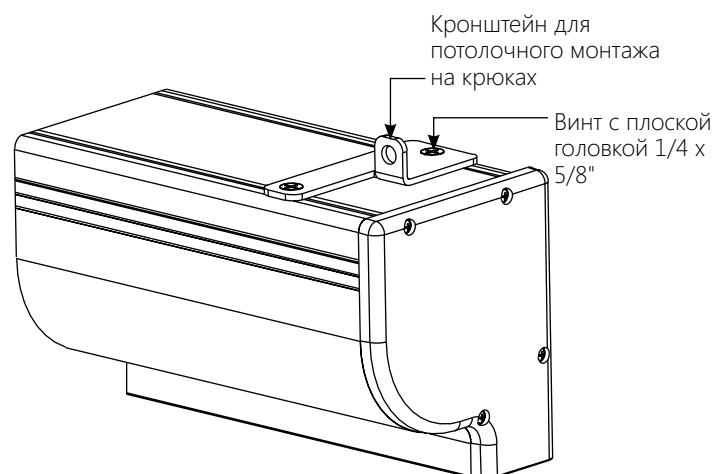

Рисунок 4
3. В верхней части корпуса экрана имеются два паза с резьбовыми гайками, которые перемещаются по длине корпуса. Прикрепите два кронштейна для потолочного монтажа на крюках с помощью винтов 1/4 x 5/8" и резьбовых гаек, по две на кронштейн. Кронштейны можно прикрепить в любом месте в пределах 12" от краев корпуса (рис. 4).